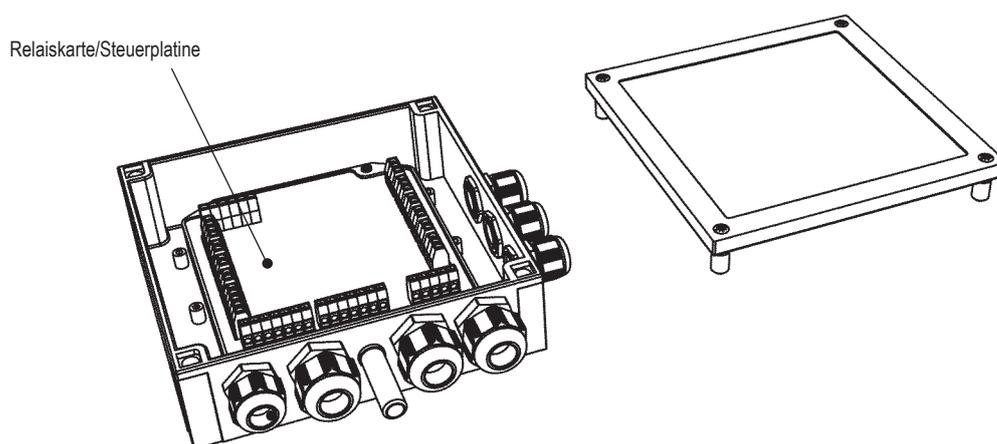

Abb.70. Anschlusseinheit
1. Die Abdeckung der Anschlusseinheit demontieren. Dafür die vier Schrauben lösen, siehe Abb.70.
2. Abdeckung der Anschlusseinheit Installieren, siehe Abb.70.